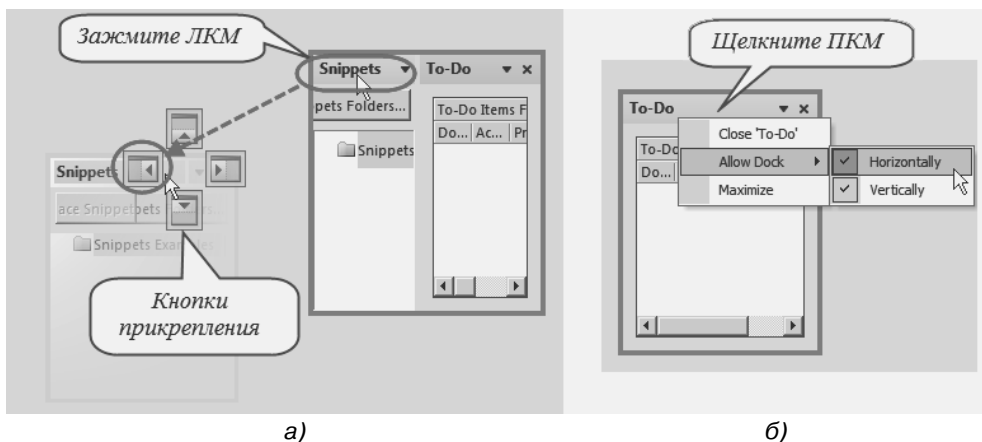

Рис. 1.14. Прикрепление панели к краю рабочего поля:
2. При любом перемещении отдельных рабочих панелей или их групп в центре рабочего поля появятся кнопки прикрепления (рис. 1.14, а).
2. В появившемся контекстном меню (рис. 1.14, б) раскройте пункт **Allow Dock** (Разрешить прикрепление).